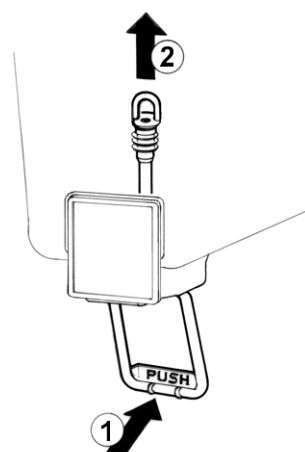

Bild 3
- 4 **Ausschlauchventil:** den Betätigungshebel des Hahns drücken (1) und den Gummischlauch aus der Auslaufföffnung des Behälters lösen (2) (Bild 3).